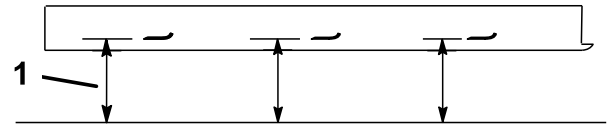

Figura 66
2. Mida desde una superficie nivelada hasta el filo de corte, posición A, de las cuchillas (Figura 66). Anote esta dimensión.